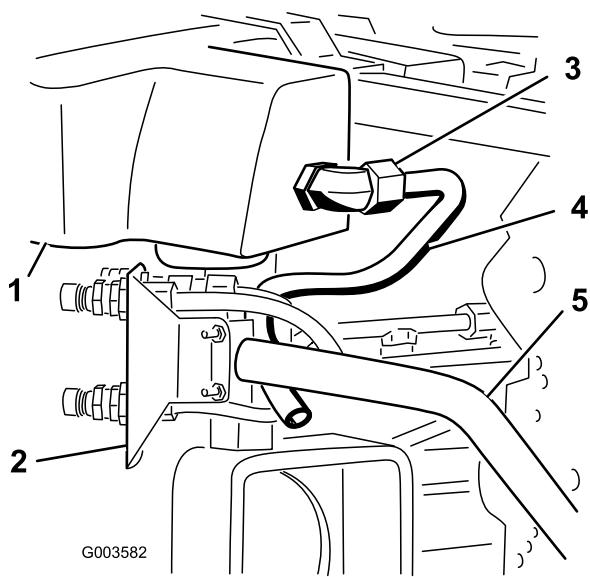

Bild 25
4. Positionieren Sie die Hydraulikleitung Nummer 3 in der Maschine, siehe Bild 25.
5. Befestigen Sie die Hydraulikleitung Nummer 3 am großen 90-Grad-Anschlussstück, das am Sieb und Hydraulikbehälter befestigt ist (Bild 25 und Bild 30).